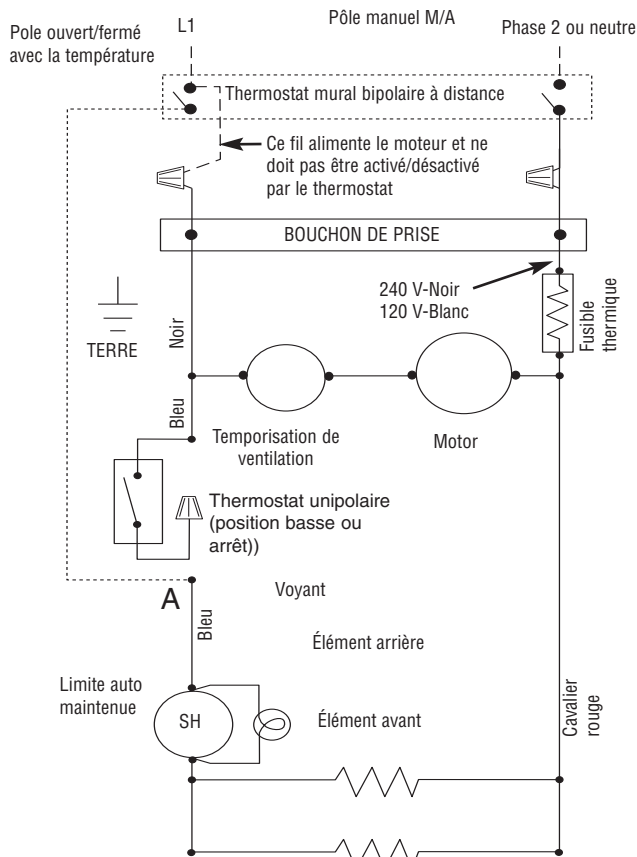

Figure 3 – Câblage pour thermostat à distance
- b. Débranchez le fil bleu du fil de thermostat intégré au point A sur le schéma de câblage, en Figure 3. Mettez un capuchon d'isolement sur le bout de ce fil. Branchez alors le fil bleu au fil d'alimentation du site sur le côté tension du thermostat (Voyez la Figure 3). Terminez les raccordements sur site selon la Figure 3.